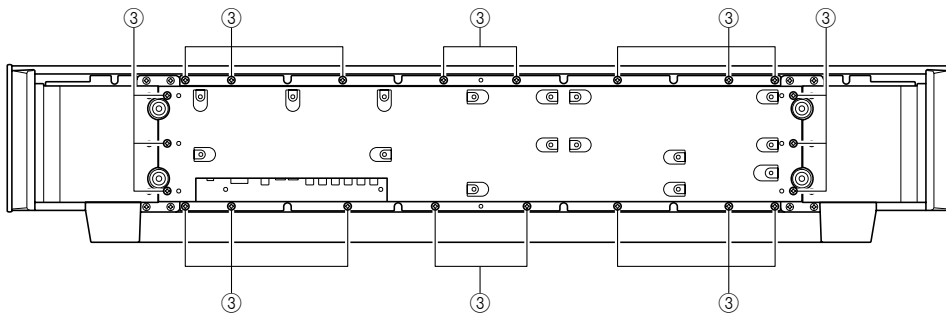

Fig. 2
- Remove 22 screws (③). (Fig. 2)
- ③のネジ 22本を外します。(Fig. 2)